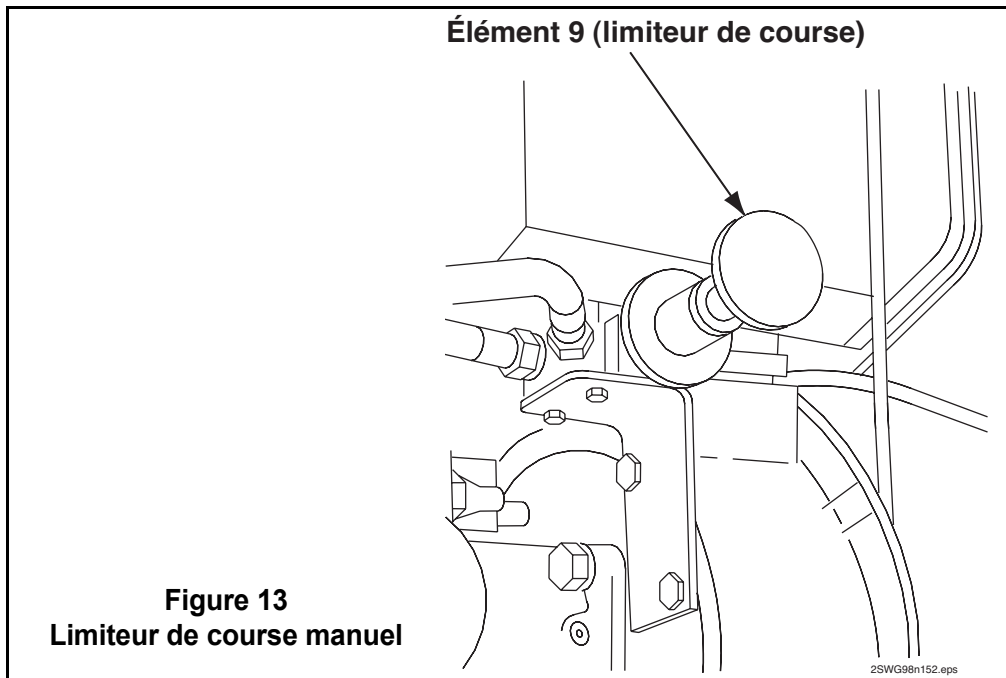

Figure 13
- Élément 9. Limiteur de course manuel (Figure 13). Cette vanne gère la quantité d'huile rejetée à l'extérieur par les pompes hydrauliques du circuit de pompage du béton, contrôlant les coups par minute de la pompe à béton. Il s'agit d'une vanne réductrice de pression obtenant son signal de pression de l'accumulateur, et plaçant la sortie de son signal de pression réduite sur les pompes hydrauliques principales à l'orifice Y. Dans